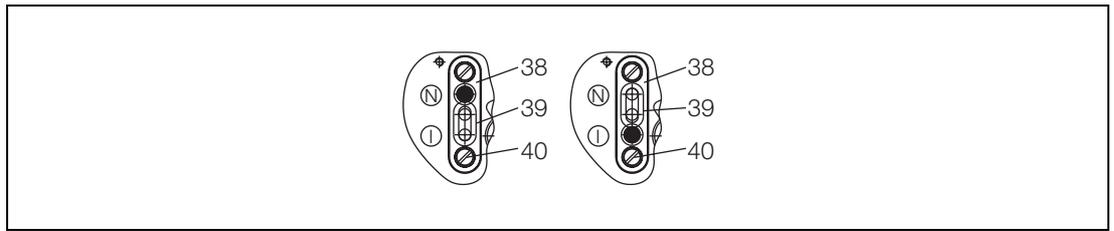
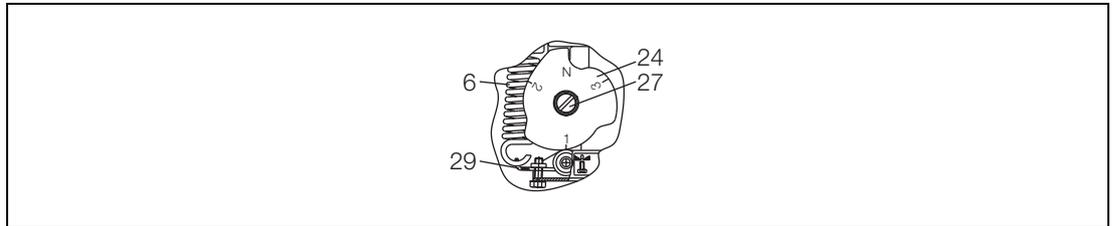

Abb. 7:
Abb. 8:
Die Einstellung am Stellungsregler erfolgt mit der Kurvenscheibe (24 Abb. 8) im Gerät und mit der Luftführungsplatte (38 Abb. 7) auf der Rückseite. Beide Seiten der Kurvenscheibe sind beschriftet. Der Buchstabe „N“ auf der Vorderseite bedeutet „normal“ und der Buchstabe „I“ bedeutet „invers“. Synchron muss die Luftführungsplatte mit der Ausblasöffnung auf „N“ bzw „I“ gesetzt werden. Zum Seitenwechsel der Kurvenscheibe die Zuluft abstellen und die Rückführfeder (6) aus der Öse des Hebels (29) aushängen. Danach lässt sich nach Lösen der Schraube (27) die Kurvenscheibe abziehen und drehen.
Am Stellungsregler lassen sich 3 verschiedene Kennlinien zur Aussteuerung des Stellhubes einstellen. Die Einstellung erfolgt mit der Kurvenscheibe (24 Abb. 8), auf der sich 3 Kurvenzüge für die verschiedenen Kennlinienaussteuerungen befinden. Es bedeutet:
Der Stellbereich lässt sich durch Austausch der Schraubenfeder (6 Abb. 8) in einen Teilbereich umstellen. Zur Identifizierung tragen die Federn eine Farbmarkierung. Die nachstehende Tabelle gibt Aufschluss über die Farbmarkierung und den Einsatzbereich.